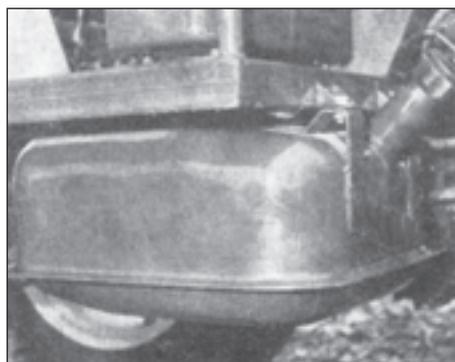

Fig. 148
- 45 litres pour les tracteurs Z 5211 — Z 5245 (fig. 148)